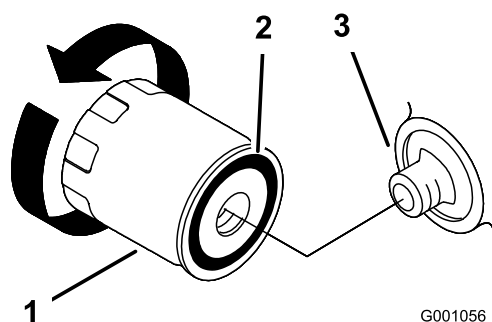

Figure 49
2. Déposez le filtre à huile usagé et essuyez la surface du joint de l'adaptateur (Figure 49).
5. Appliquez une fine couche d'huile neuve sur le joint en caoutchouc du filtre de rechange (Figure 49).
6. Posez le filtre à huile de rechange sur l'adaptateur, tournez le filtre dans le sens horaire jusqu'à ce que le joint en caoutchouc rencontre l'adaptateur, puis serrez le filtre de 2/3 de tour à 1 tour supplémentaire (Figure 49).